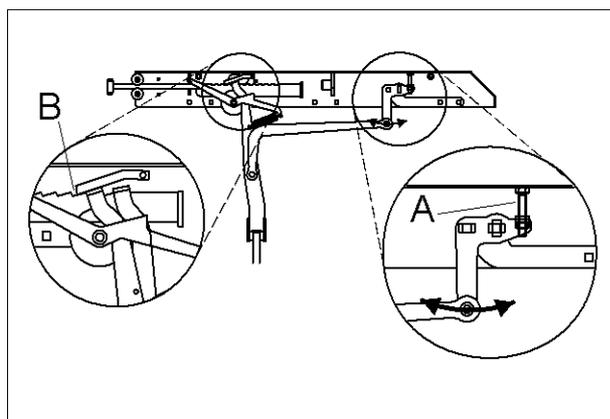

Fig. 59
Vérifier le galet (fig. 59/B) et le remplacer en cas d'usure.
1) Tourner la table 90° au delà de la position de déchargement. Régler à l'aide de la vis (fig. 59/A) jusqu'à ce que la distance B soit égale à 6 mm.
1. La crémaillère L (fig. 45) n'a pas été ramenée position de déchargement.	Tourner la table de 90° en position chargement. Régler à l'aide de la vis A jusqu'à ce que la distance B soit égale à 6 mm (fig. 59)